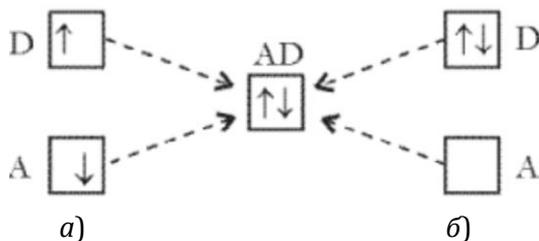

Рис. 1.16. Обменный (a) и донорно-акцепторный механизм (б) образования ковалентной связи: D – донор, A – акцептор
Различают обменный и донорно-акцепторный механизм образования ковалентной связи (рис. 1.16). Результат по обоим механизмам с участием атома-донора (D) и атома-акцептора (A) получается одинаковый.